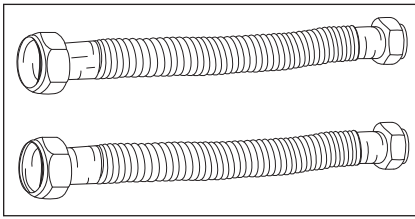

Figura 1 - Los conectores flexibles utilizan conectores de compresión y no requieren soldadura.
- Conexiones roscadas (Figura 1) para las tuberías de agua fría y caliente
- Para las casas con tuberías de cobre, puede adquirir kits de conectores con conectores de compresión que no requieren soldadura (Figura 1). Los conectores de compresión son más fáciles de instalar que soldar las tuberías de cobre